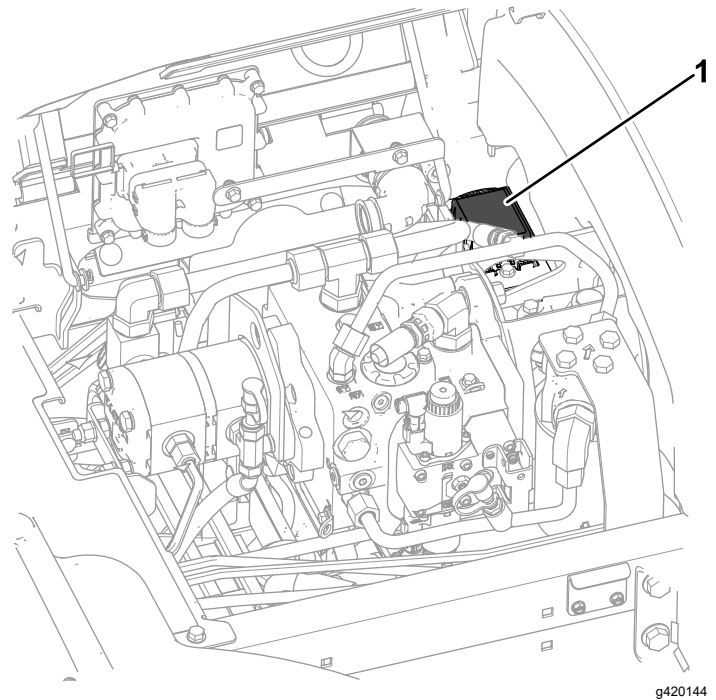

Figura 94
3. Cambie el fusible fundido (Figura 94) por otro del mismo tipo y amperaje.